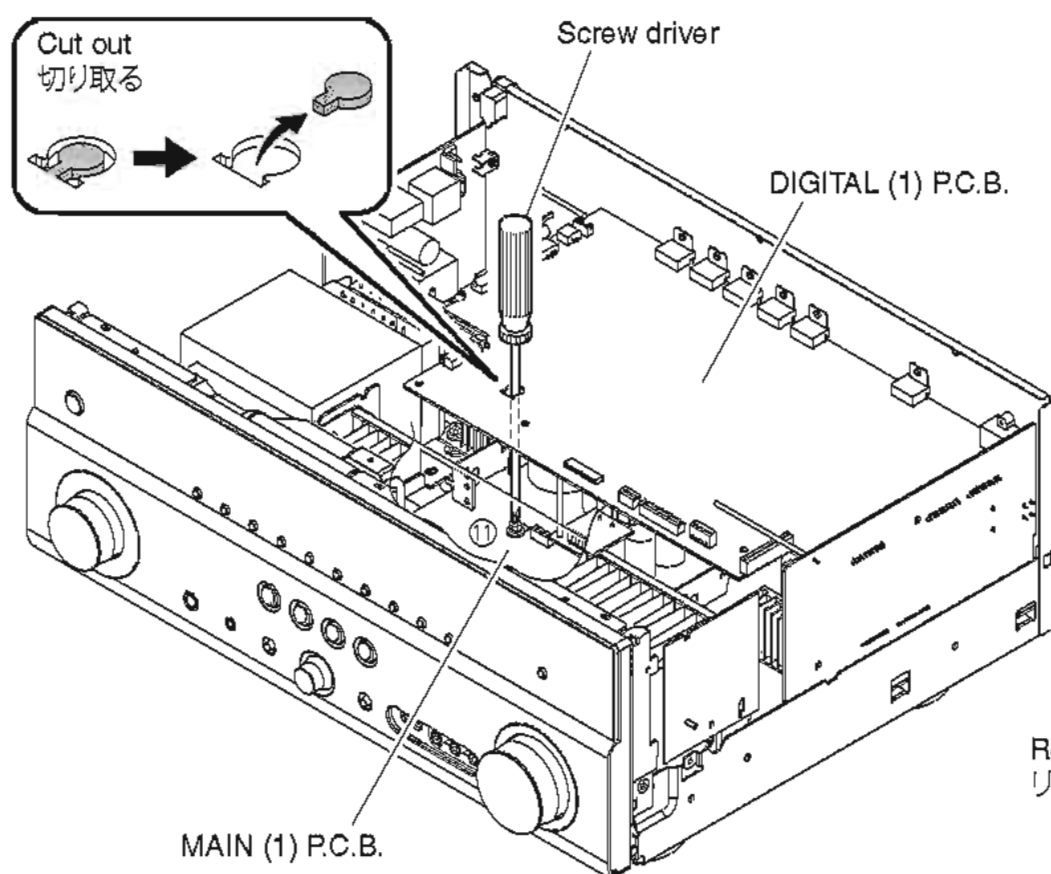

Fig. 5
- Follow the procedure below to place the P.C.B.s (with rear panel) upright. (Fig. 5)
- b. Cut out a part of the DIGITAL (1) P.C.B. as shown in the figure below in order that screw (⑪) can be removed. (Fig. 5)
- リアパネルと一緒に P.C.B. を立ち上げて置きます。(Fig. 5)
- b. ⑪ のネジの取り外しができるように、下図のように DIGITAL (1) P.C.B. の一部分を切り取ります。(Fig. 5)